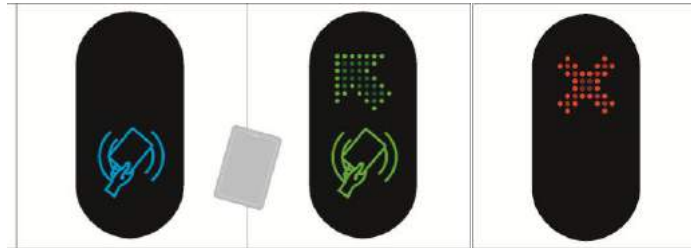

Рис.5 - Отображения статуса работы турникета на табло индикации
1.4.2.2 Статус работы турникета (Рис. 5) отображают платы индикации **1,2**, установленные на элементы рамы тумбы турникета. Постоянно светящаяся синяя индикация означает исходное состояние турникета. При попытке несанкционированного прохода начинает мигать красная индикация, включается звуковой сигнал. При поступлении команды открыть проход, сигнал трансформируется в зеленую стрелку со стороны разрешенного прохода. Если попытка несанкционированного прохода происходит при открытых створках, то створки закроются, если в зоне движения створок нет никаких преград.